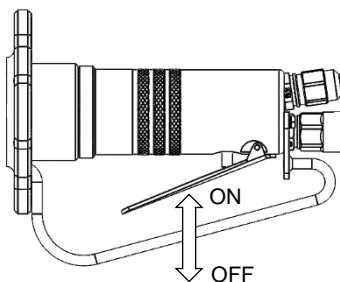

Fig. 6.1: Encendido/apagado a una mano (Z079, Z100)
- Manejo a una mano: Accione la palanca de la válvula con la manilla de accionamiento, ver fig. 6.1, 6.2, para cerrar los cuchillos (encendido).
- Manejo a una mano: Suelte la palanca de la válvula con la manilla de accionamiento, ver fig. 6.1, 6.2, para abrir los cuchillos (apagado).